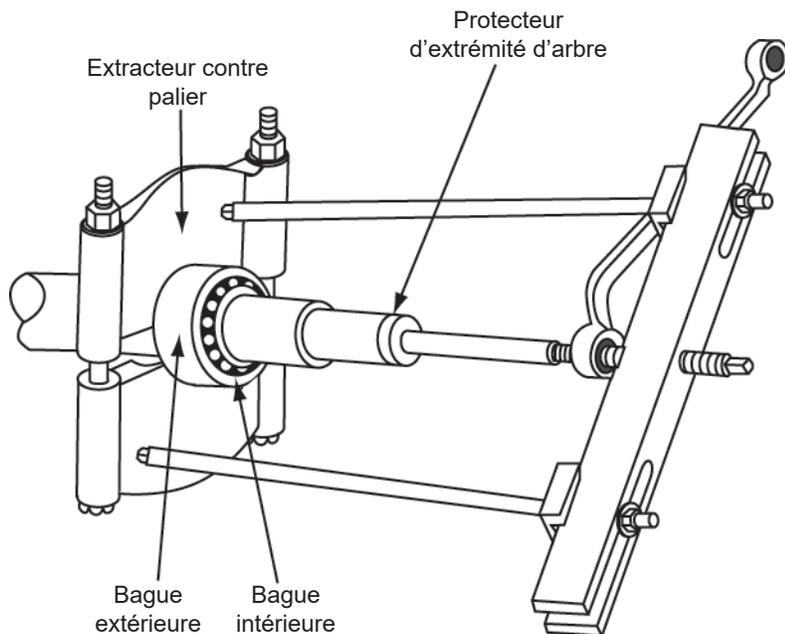

Figure 27 Extraction du palier
2. Utilisez un extracteur pour retirer le roulement de l'extrémité de l'arbre avec protecteur. Si le palier doit être réutilisé, assurez-vous que l'extracteur fournit de la pression uniquement contre la bague interne du palier (voir la Figure 27).